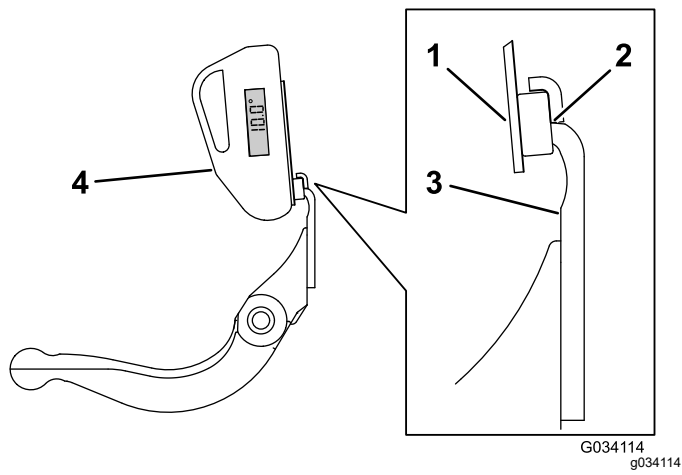

Bild 20
4. Legen Sie den Neigungsmesser auf die Befestigung, wie in **Bild 20** abgebildet.